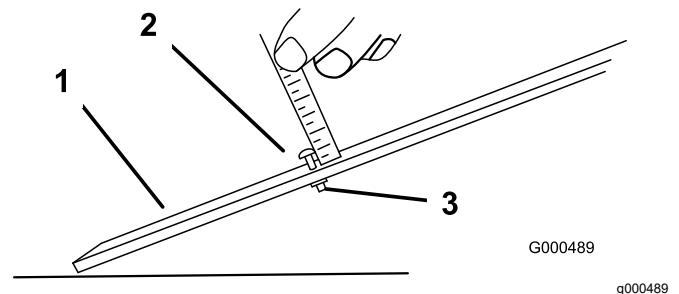

Bild 9
1. Lösen Sie die Mutter an der Messlehre und stellen Sie die Einstellschraube auf die gewünschte Schnitthöhe ein (Bild 9).